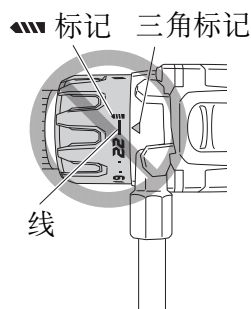

图 12
- (1) 当把本机作为起子机使用时, 请将离合器转盘上的“1、4、7……22”中的某个数字或点与机身外侧上的三角标记对齐。
- (2) 当把本机作为钻机来使用时, 请将离合器转盘的钻机标记“”与机身外侧上的三角标记对齐。
- 当离合器转盘位于“22”和钻机标记“”之间时, 请勿使用本机, 否则会造成损坏。(请参照图 12)